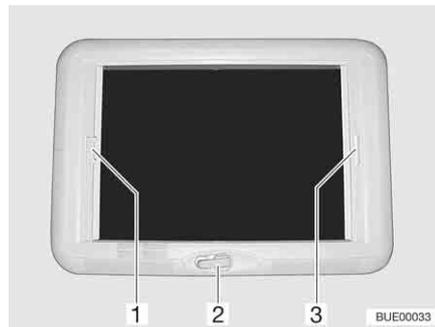

Fig. 84 Oblò a manovella
- Ruotare la manovella (Fig. 84,2) fino a quando non si incontra resistenza.
- Tirare la tendina oscurante pieghevole per la maniglia (Fig. 84,3) e rilasciarla alla posizione desiderata. La tendina oscurante pieghevole rimane in questa posizione.
- Tirare la protezione contro gli insetti per la maniglia (Fig. 84,1) verso la maniglia contrapposta della tendina oscurante pieghevole (Fig. 84,3) e farla innestare.
- Tirare la maniglia della protezione contro gli insetti (Fig. 84,1) dietro, verso l'alto, e sganciare la protezione contro gli insetti dalla tendina oscurante pieghevole (Fig. 84,3).